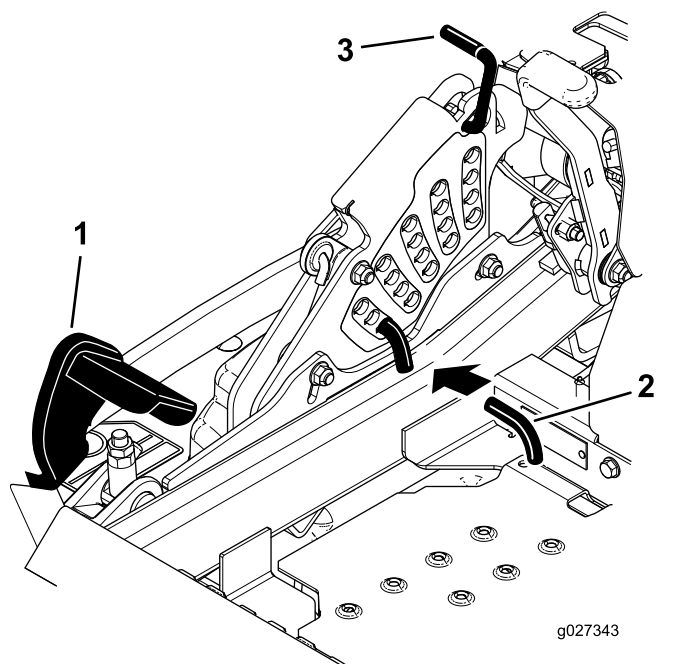

Figura 108
5. Empuje el pedal de elevación de la carcasa hacia delante del todo; la carcasa se enganchará en la posición de transporte de 14 cm (5½") (Figura 108).